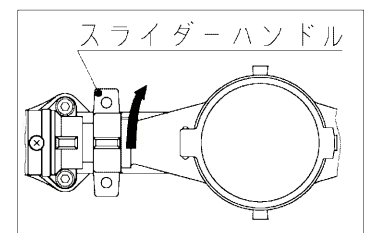

図 4
- ① 結束バンドをハサミ等で切断して下さい。
- ② スライダーハンドルをO(開)方向へ回し、メータ圧着面を後退させ、メータを取り外して下さい。(図4参照)